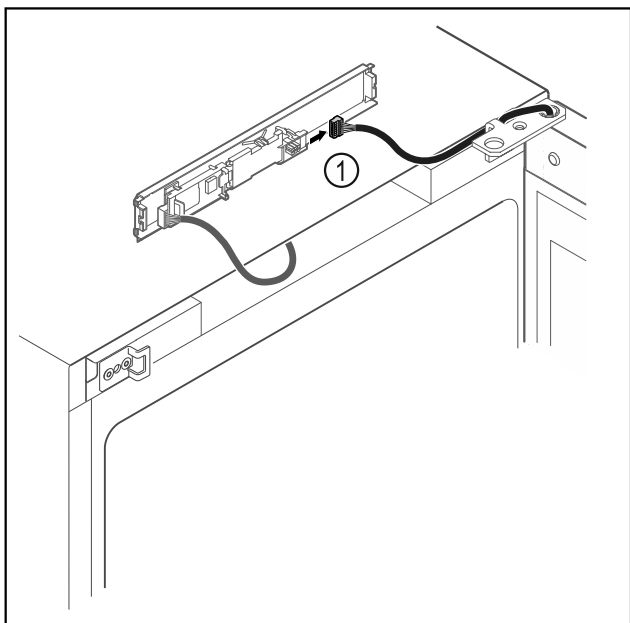

Fig. 12
- Scollegare il connettore Fig. 12 (1) dalla scheda.